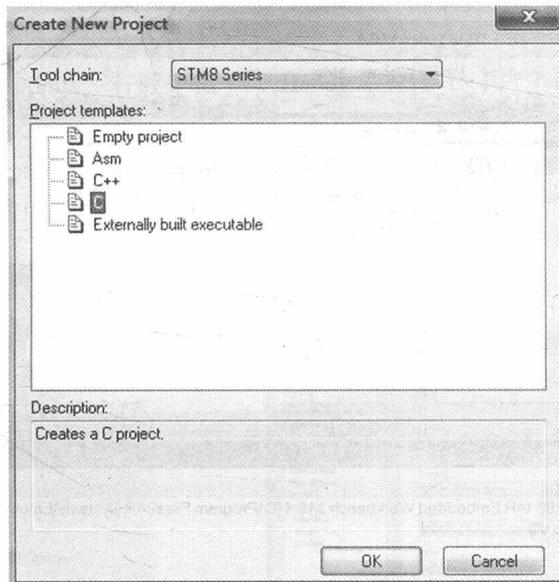

图 1-7 创建新工程对话框
- (3) 再单击 Project 文件下的 Create New Project 子菜单命令，出现图 1-7 创建新工程对话框。在工程模板 Project templates 中选择第 4 项 C，创建一个 C 语言项目工程。